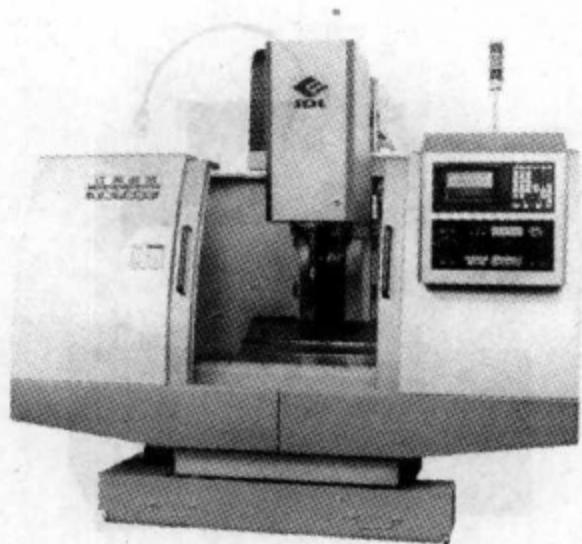

图 1-2 立式数控铣床
① 数控机床的分类 数控机床是指采用数控技术进行控制的机床。根据机床主轴的方向，数控机床可分为卧式机床（主轴位于水平方向）和立式机床（主轴位于垂直方向）。而根据其加工用途分类，数控机床主要有以下几种类型。
a. 数控铣床 根据数控机床的用途进行分类，用于完成铣削加工或镗削加工的数控机床称为数控铣床。如图 1-2 所示为立式数控铣床。